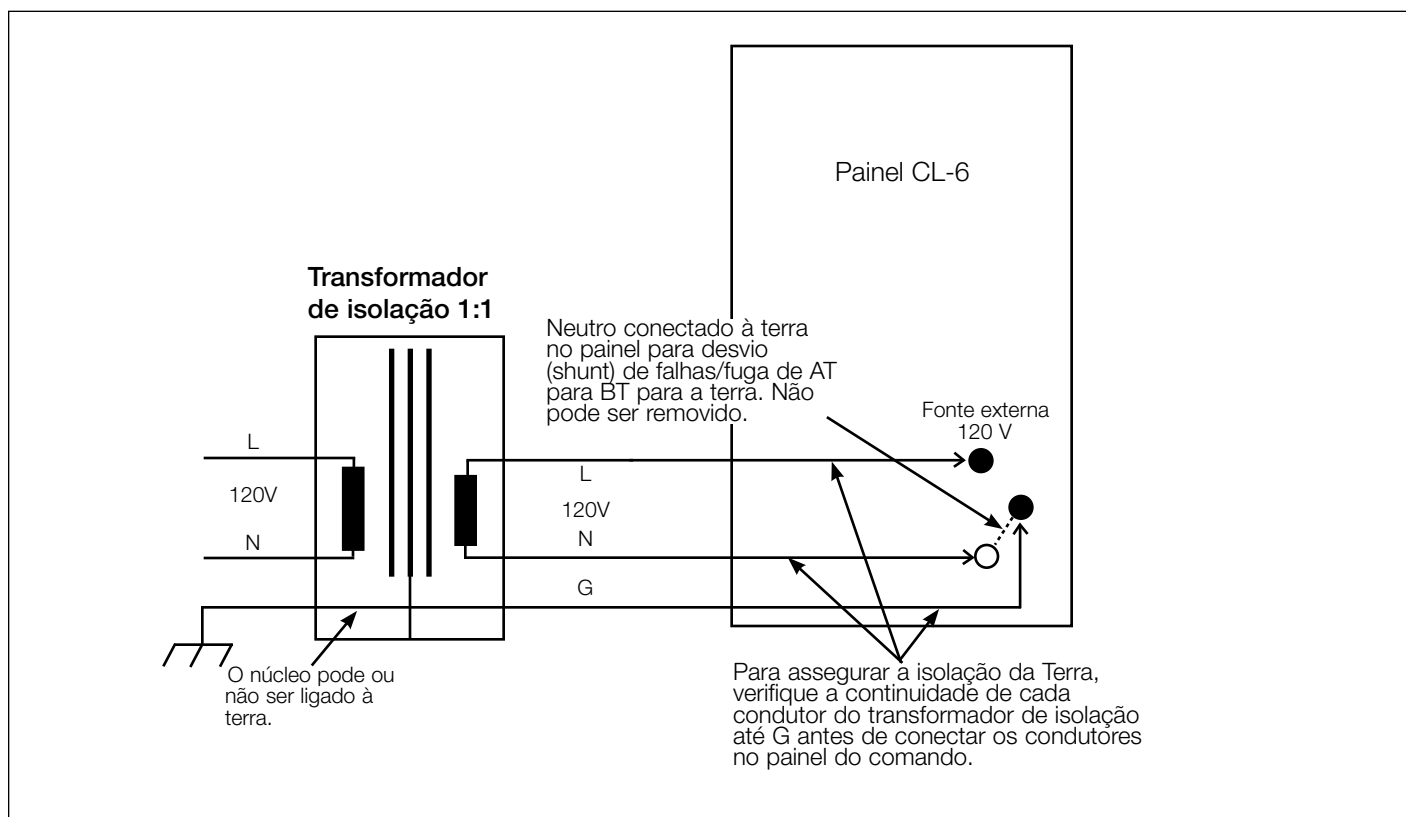

Figura 1-8.
A fonte externa de 120 Vca deverá estar totalmente isolada. Na maioria dos casos, existe a necessidade de um transformador de isolação. Ele deverá isolar neutro e linha no lado secundário. Além disso, neutro e terra no lado secundário não deverão ser bondeados ou conectados. Para verificar a isolação a partir da terra, verifique a continuidade de cada condutor no transformador de isolação em relação à terra (G). Verifique isso antes de conectar os condutores no painel do comando. Veja a Figura 1-8.